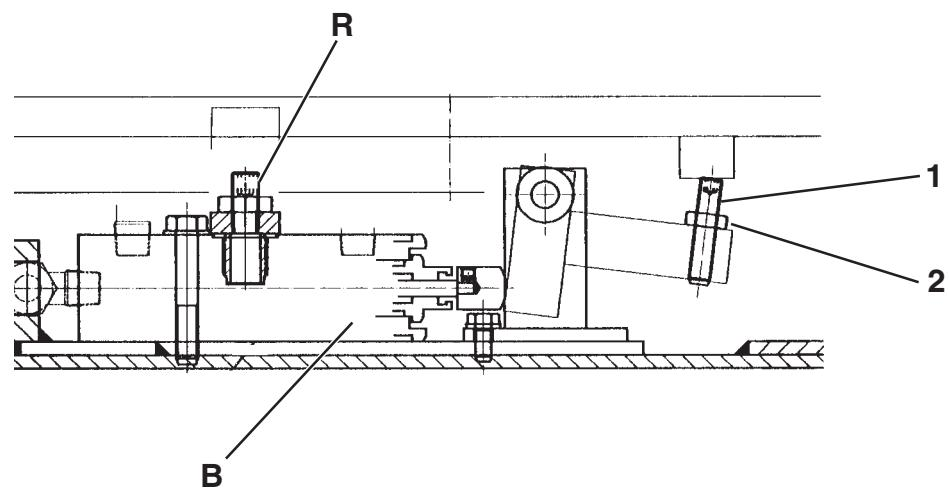
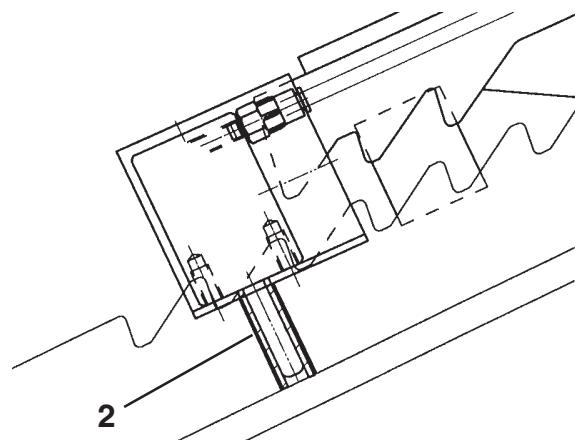
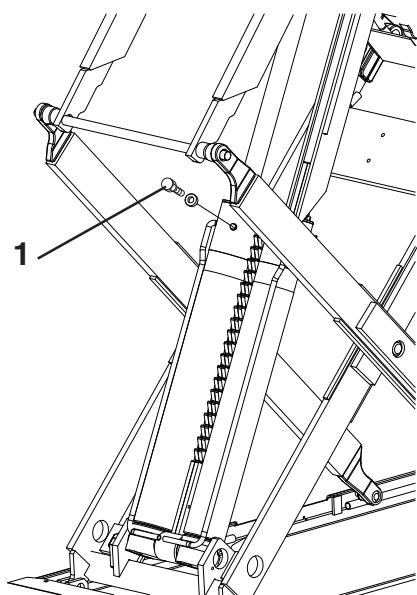

Fig. 15
Fig. 16
Fig. 17
Durante il collegamento dei tubi potrebbe entrare un po' di aria e quindi, per ristabilire il corretto funzionamento, operare come segue: con il rubinetto **R** chiuso, vedi Fig.15, premere il pulsante di salita fino a battuta meccanica pedana **P1** (non importa la pedana **P2**).
Svitare la vite 1 (Fig.17) del cilindro **P1** per spurgare l'aria (può verificarsi la discesa di **P2**) poi riavvitare.
Togliere l'alimentazione pneumatica in modo che l'arresto meccanico del cilindro **P1** rimanga agganciato sull'ultimo dente (cilindro tutto esteso) e inserire sotto l'arresto del cilindro **P2** il distanziale **2** (Fig.16) (tubino Rilsan Ø 8x6 lungo 30 mm) in modo che il cilindro possa scorrere.
Aprire il rubinetto **R** (Fig.15) e premendo il pulsante di discesa
with stopcock **R** closed (see **Fig. 15**), press the up button until platform **P1** reaches the mechanical stop (the position of **P2** is not important).
Loosen screw **4** (see **Fig. 17**) of cylinder **P1** to bleed the air (**P2** may drop), then tighten again.
Switch off the compressed-air supply so that the mechanical stop of cylinder **P1** remains fastened on the last tooth (cylinder fully extended) and fit spacer **2** (Fig.16) underneath cylinder **P2** so the cylinder can slide. (Ø 8x6 rilsan tube of 30 mm length). floor. Open stopcock **R** (fig. 15) and press the down button to
Während des Anschlusses der Leitungen könnte etwas Luft eintreten. Zur Abhilfe bzw. Wiederherstellung des einwandfreien Betriebs, wie folgt vorgehen: bei geschlossenem Hahn **R** die Hebesteuertaste drücken, bis es zum mechanischen Anschlag der Fahrschiene **P1** kommt (die Fahrschiene **P2** ist unwichtig). Zur Entlüftung die Schraube 1 (Abb. 17) des Zylinders **P1** lösen (**P2** könnte sich senken) und wieder anziehen. Die pneumatische Versorgung unterbrechen, damit die mechanische Arretierung des Zylinders **P1** am letzten Zahn eingehakt bleibt (Zylinder ganz ausgefahren) und zur Zylindergleitung das Distanzstück **2**, (Abb. 116) (Schlauch aus Rilsan D. 8x6, 30 mm lang) unter die Arretierung des Zylinders **P2** einsetzen. Den Hahn **R** (Abb. 15) öffnen und über die Senksteuertaste **P2** bodeneben
Lors du raccordement des tuyaux, de l'air pourrait s'introduire dans le système, il faut donc opérer comme suit pour rétablir le bon fonctionnement: le robinet **R** (voir Fig. 15) doit être fermé; actionner la montée autant qu'il faut pour mettre le chemin de roulement **P1** en sa position de butée mécanique (la position du chemin de roulement **P2** n'est pas importante).
Desserrer la vis 1 (Fig. 17) du vérin **P1** pour purger l'air (il peut arriver que **P2** descende), puis resserrer.
Supprimer l'alimentation pneumatique de manière à ce que l'arrêt mécanique du vérin **P1** reste enclenché sur la dernière dent (vérin entièrement ouvert) et introduire sous l'arrêt du vérin **P2** l'entretoise **2** (Fig. 16) (tuyau rilsan Ø 8x6 30 mm de long) pour permettre au vérin de coulisser. Ouvrir le robinet **R** (Fig.
Durante la conexión de los tubos podría entrar un poco de aire y por este motivo, para restablecer el correcto funcionamiento es necesario proceder de la siguiente manera: con el grifo **R** cerrado, ver Fig. 15, presionar el pulsador de elevación hasta el tope mecánico de la plataforma **P1** (no interesa la plataforma **P2**). Destornillar el tornillo 1 (Fig. 17) del cilindro **P1** para purgar el aire (puede comprobarse el descenso de **P2**) y luego volver atornillar. Quitar la alimentación neumática de manera que el retén mecánico del cilindro **P1** se quede enganchado en el último diente (cilindro todo abierto) y colocar debajo del retén del cilindro **P2** el distanciador **2** (Fig. 16) (tubo de rilsan de Ø 8x6 longitud 30 mm) de manera que el cilindro pueda deslizar. Abrir el grifo **R** (Fig. 15) y presionando el pulsador de descenso bajar
fare scendere **P2** fino a terra, poi farla risalire 3-4 volte fino a 50-70 cm da terra. Assicurarsi che in centralina ci sia olio sufficiente. Portare **P2** a 150 cm di altezza e chiudere il rubinetto **R**, fare scendere il ponte di circa 50 cm dopo aver tolto il distanziale **2** (Fig.16) e ripristinato il collegamento pneumatico, poi riaprire il rubinetto **R**. Mettere la **P2** 0,5-1 cm più bassa di **P1**. Richiudere il rubinetto **R** bloccando con gli appositi controdadi e fare scendere a terra entrambe le pedane. **Staccare lo spinotto A (Fig.10)**. Il ponte funziona regolarmente quando partendo da terra ad un'altezza di 10 cm **P2** risulta più alta di **P1** di 1-2 cm.
15) et appuyer sur le bouton de descente pour porter **P2** au sol, le soulever ensuite 3 ou 4 fois de 50 à 70 cm du sol. S'assurer qu'il y ait suffisamment d'huile dans le boîtier de commande. Porter **P2** à une hauteur de 150 cm et fermer le robinet **R**. Faire descendre le pont de 50 cm environ après avoir retiré l'entretoise **2** (Fig. 16) et réactiver l'installation pneumatique, puis réouvrir le robinet **R**. Positionner **P2** à une hauteur inférieure de 0,5-1 cm par rapport à **P1**. Refermer le robinet **R** en bloquant les contre-écrous spécifiques et porter les deux chemins de roulement au sol. **Débrancher la fiche A (Fig. 10)**. Le pont fonctionne régulièrement lorsque, dès la position initiale au sol, après une course de 10 cm, **P2** dépasse **P1** de 1 ou 2 cm.
P2 hasta el suelo, y luego subirla 3-4 veces hasta que llegue a unos 50-70 cm. del suelo. Asegurarse que en la centralita haya bastante aceite. Colocar **P2** a 150 cm. de altura y cerrar el grifo **R**; bajar el puente unos 50 cm. después de haber quitado el distanciador (**2** Fig. 16) y una vez que se ha restablecido la conexión neumática, abrir nuevamente el grifo **R**. Colocar **P2** de 0,5 a 1 cm. más baja respecto a **P1**. Cerrar nuevamente el grifo **R** bloqueando con las correspondientes contratuerzas y bajar al suelo las dos plataformas. **Desconectar la clavija A (Fig.10)**. El puente funciona normalmente cuando partiendo desde el suelo, a una altura de 10 cm, **P2** es más alta de **P1** 1-2 centímetros.